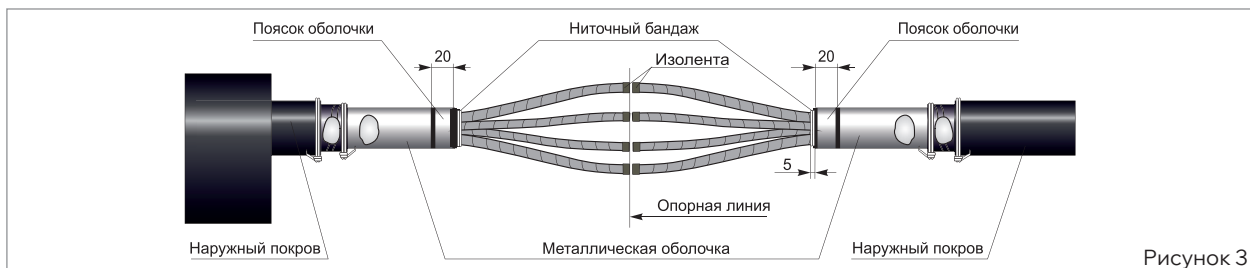

Рисунок 3
- ного кабеля откладывать от проволочного бандажа на наружном покрове кабеля размер 220 мм. В случае комплекта муфты с пружиной постоянного давления (ППД) перейти к операциям рис. 3.
- Закрепить изоляцию жил изолянтной, как показано на рис. 3.